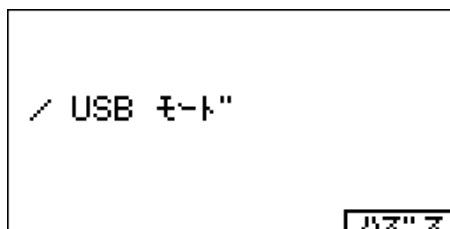
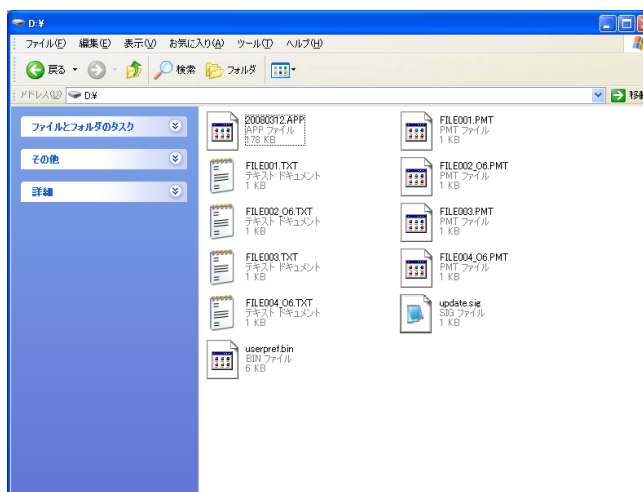

図 4.1-1 USB モード画面
図 4.1-2 リムーバブルディスク画面
3. 測定中の場合は、測定が完了するまで測定を続けます。測定が完了すると、パソコンのマイコンピュータにリムーバブルディスク (図 4.1-2 参照) が追加され、USB モード画面 (図 4.1-1 参照) が表示されます。
本器の電源を入れた直後の場合は、パソコンのマイコンピュータにリムーバブルディスク (図 4.1-2 参照) が追加され、USB モード画面 (図 4.1-1 参照) が最初に表示されます。
7. FUNCTION キーを押すと、USB モード画面が表示されます (図 4.1-1 参照)。
8. パソコンのマイコンコンピュータにリムーバブルディスク (図 4.1-2 参照) が追加されます。
ファイルを開いた状態で「USBドライブ」を選択すると、ファイルを閉じる画面 (図 2.10.2-1 参照) が表示されます。「ホゾン」キーを押すと、USB モード画面 (図 4.1-1 参照) が表示されます。